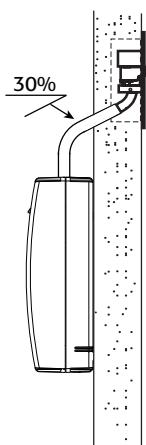

Fig. 1
- le Fig. 1 e 2 indicano le distanze minime consigliate per evitare che il flusso d'aria umidificata investa persone, apparecchiature elettriche, soffitti e superfici fredde prima che il vapore sia totalmente assorbito dall'ambiente.
- Fig. 1 and 2 indicate the minimum recommended distance to prevent the flow of humidified air from coming into contact with people, electrical equipment, ceilings and cold surfaces before the steam is totally absorbed by the atmosphere.